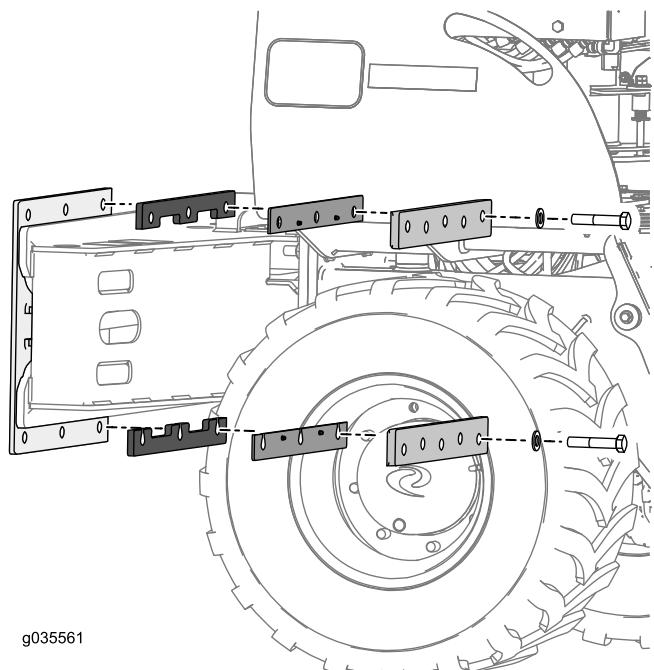

Figure 4
- Placez les plaques entretoises supérieure et inférieure sur la plaque de montage coulissant et maintenez-les en position à l'aide de 2 boulons (3/4 x 4 po) et 2 rondelles, comme illustré à la Figure 4.